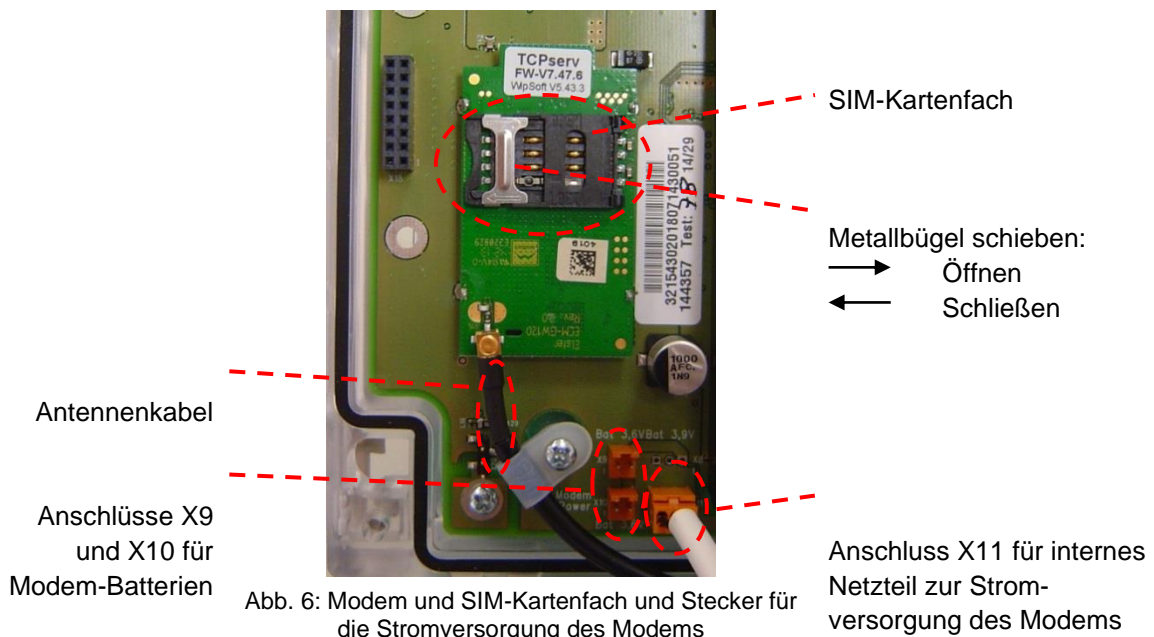

Abb. 6: Modem und SIM-Kartenfach und Stecker für die Stromversorgung des Modems
- Ziehen Sie den oder die Stecker zur Stromversorgung des Modems ab (X9, X10, X11, ⇒ Abb. 6), um Schäden am Modem und an der SIM-Karte zu vermeiden. Dies gilt auch für einen DL230 mit Netzteil und ausgeschalteter Netzspannung, falls eine Batterie zur Netzausfall-Überbrückung angeschlossen ist!
- Schließen Sie den oder die Stecker zur Stromversorgung des Modems wieder an (X9, X10, X11, ⇒ Abb. 6).